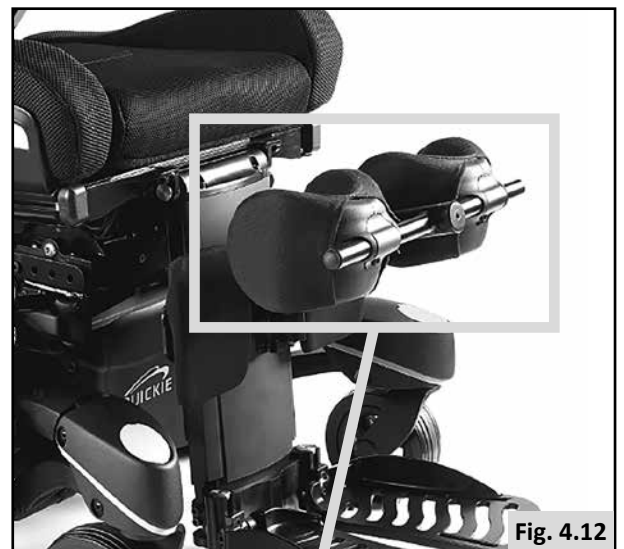

Fig. 4.12
4.4.2 Ajuste de la profundidad de los soportes para rodillas (Fig. 4.12 - 4.13):
4.4.3 Ajuste en anchura de los soportes para rodillas (Fig. 4.12 - 4.13):
- Afloje los tornillos (E).
- Ajuste los tornillos (E).
4.4.4 Ajuste en altura de los soportes para rodillas (Fig. 4.12 - 4.13):